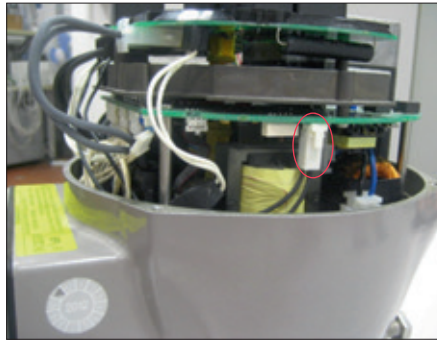

Abb. 25
- Schließen Sie das schwarze 2-polige Verbindungskabel der OM13-Karte am Stecker J1A der Logikkarte an (Abbildung 25).